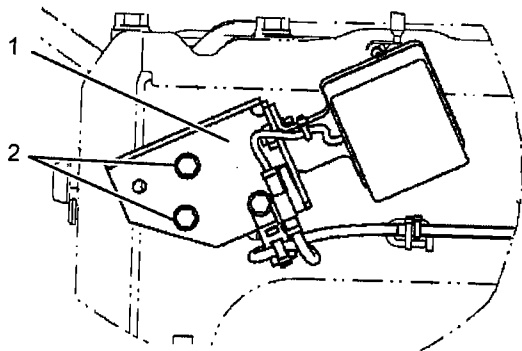

Ilustración 275
- b. Reinstale el soporte (1) con los pernos (2) que se encuentran en los dos orificios superiores del soporte. Consulte la ilustración 275.